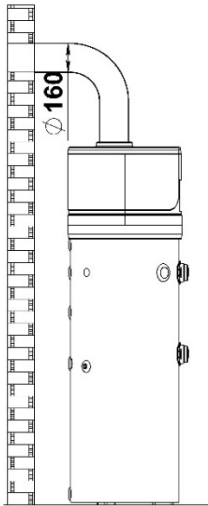

Fig. 5a – Ejemplo de conducto de aire
- Suministro de aire en la habitación y expulsión del aire frío hacia la zona exterior (Fig. 5a). - Necesidad de orificios para el acceso de aire a la habitación. La sala debe tener un área de al menos 20 m3.
Cuando se conecta esquemáticamente (Figs. 5a y 5b), hace falta construir un sistema de conducto de aire que cumpla con los siguientes requisitos: